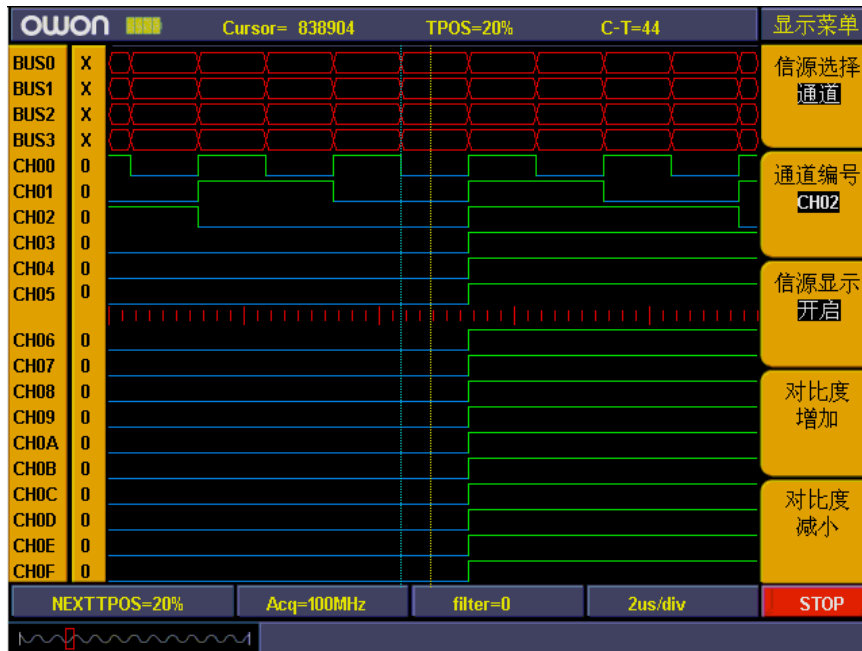

图13:通道开启和关闭设置
- 4、按“F3”键，把信源显示设置为“开启”。重复3、4操作，把通道CH01、CH02设置为“开启”。CH03~CH0F设置为“关闭”。见图13。